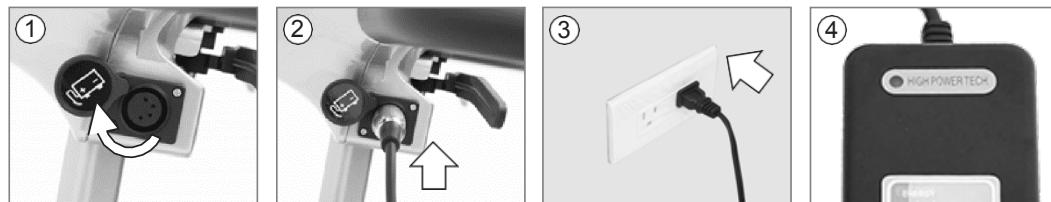

Bild 31
**Övre laddningsport (bild 31)**